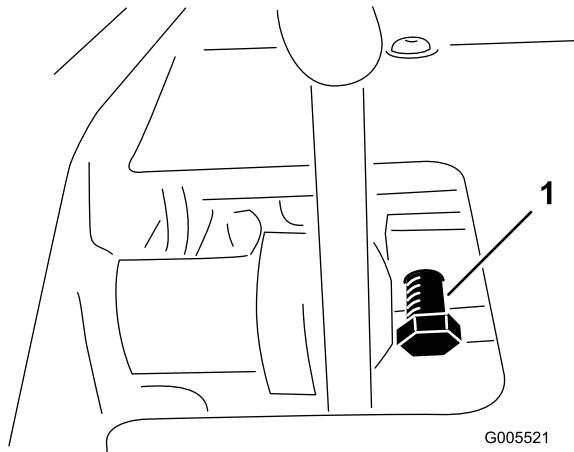

図 56
1. ペダルロックのキャップスクリュのジャムナット(図56)をゆるめる。